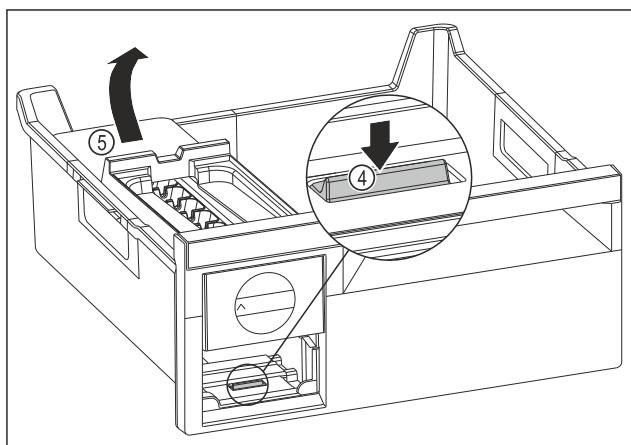

Fig. 130
- Odstranjevanje glavnega dela EasyTwist-Ice: Spono Fig. 130 (4) s prstom potisnite navzdol in hkrati z drugo roko glavni del EasyTwist-Ice Fig. 130 (5) od zadaj dvignite.